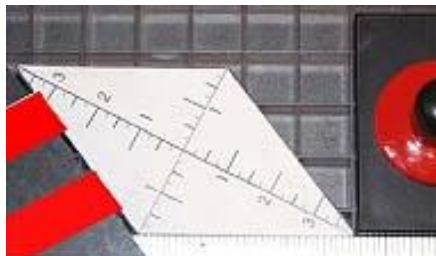

Abbildung 4
4. Setzen Sie nun den Ausschnitt auf die Arbeitsfläche und richten die Schneidlineal aus, an die ordnungsgemäße Winkel. Legen Sie das Glasstopfer am Ende Ihre Papier Ausschnitt und Ziehen Sie der Glasstopfer und der Schneidelineal Halter an. (Bild 4)